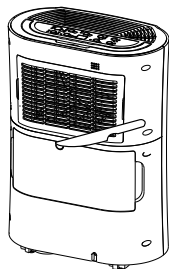

Рис. 5
3. В резервуаре для воды (7) удалите заглушку отверстия для отводной трубы (9) (рис. 5). Для удобства подключения вы можете демонтировать резервуар для воды (7).
4. Установите отводную трубу (12) на сливной патрубке (10) (рис.5).
5. Установите в приборе резервуар для воды (7).